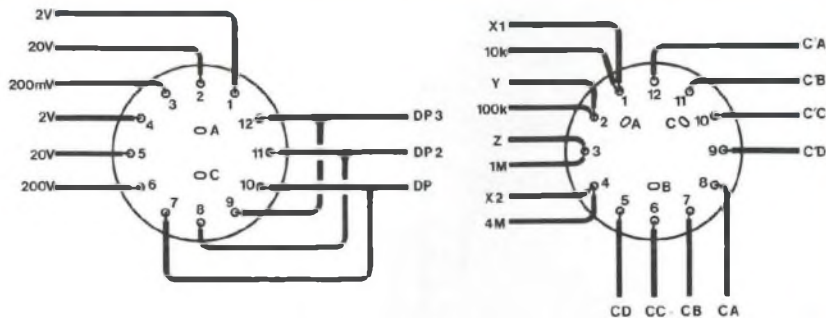

Fig. 7b : Câblage de CT1 et câblage de CT2.
Le détail de câblage des commutateurs CT1 et CT2 est indiqué en figure 7b. Les bornes 1 à 4 de CT2 sont reliées d'une part à la CFA (X1, X2, Y et Z) et d'autre part à la carte principale (10 k, 100 k, 1 M, 4 M). Le câblage des bornes communes est représenté sur le plan de la figure 7a : n'oubliez pas R84, de 680 ohms, entre la borne (C) de CT1 et l'alimentation + 12 V. Nous avons initialement prévu d'alimenter le point décimal du voltmètre en + 5 V, mais il est plus raisonnable d'alléger la charge déjà lourde du régulateur IC14. C22 permet de supprimer, sur la sortie SGBF, la composante continue de la sortie TTL (la borne positive de C22 sera reliée à la sortie TTL) : il ne faudra pas l'oublier !